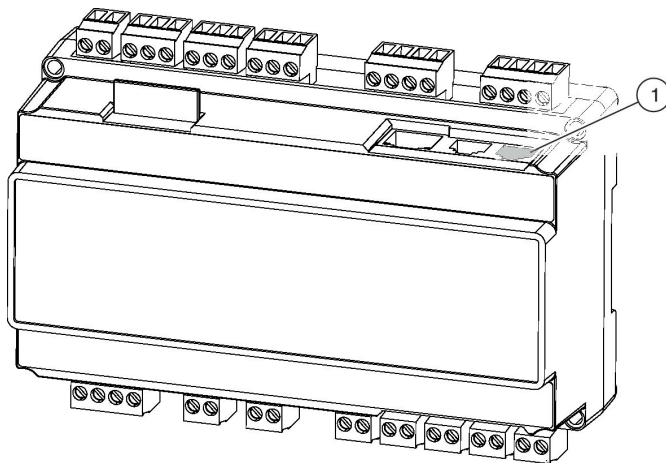

Abb. 45: Modbus-RS485-Schnittstelle
- 1 ▶ Den X-CUBE control Master über die Modbus-RS485-Schnittstelle (Abb. 45 /1) mit der externen RTU (Remote Terminal Unit) verbinden.